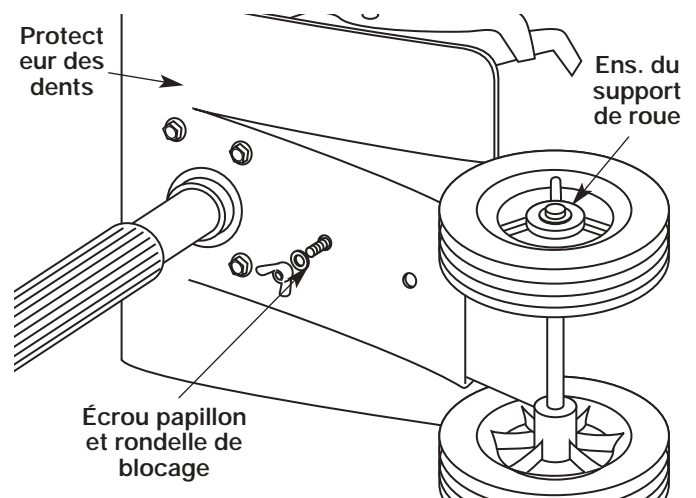

Figure 2
1. L'appareil étant sur le côté, placez le support de roue sur le dessous du protecteur des dents (Fig. 2).
3. Installez, sur le dessus du protecteur, une rondelle de blocage et un écrou papillon sur chacun des boulons (Fig. 2).